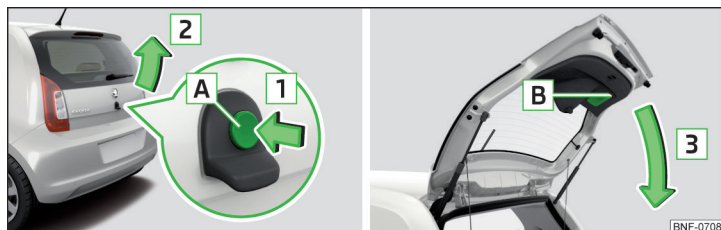

Fig. 32 Abrir/fechar tampa da bagageira
A tecla **A** » Fig. 32 na página 47 é desativada durante o arranque ou a partir de uma velocidade superior a 9 km/h. Depois de parar e abrir uma porta, a tecla é novamente ativada.
- Para **abrir**, premir a tecla [A] no sentido da seta [1] » Fig. 32.